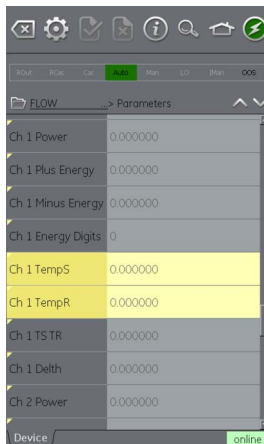

Abbildung 10-28: Funktionssucher
- Function Finder zeigt dann die zugehörige Funktionsgruppe in der Geräteansicht an, wobei alle gesuchten Variablen gelb hervorgehoben sind. Siehe Abbildung 10-28.